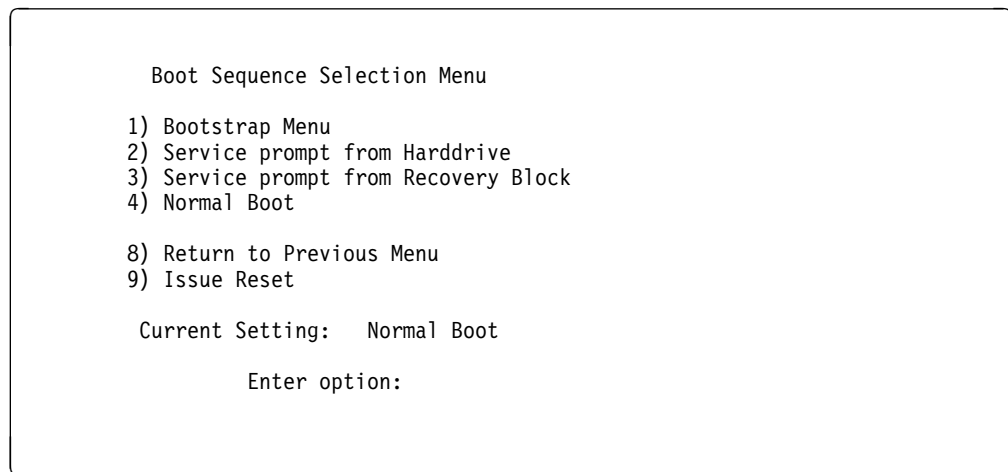

Figura 4-10. Menú Boot Sequence Selection
2. Aparecerá el menú Boot Sequence Selection como se muestra en la Figura 4-10.